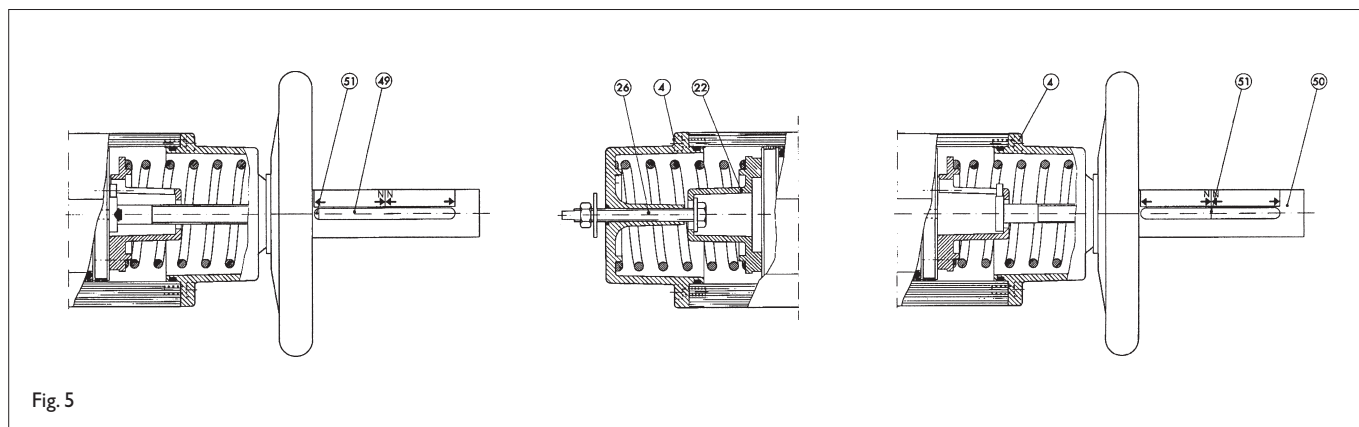

Fig. 5
2. Kontrollera att fjädrarna förmår trycka tillbaka kolven till ursprungsläget enligt Fig 5. Övre axeltappen får ej stå snett.
4. Vrid ratten så, att den gängade spindeln (51) rör sig inåt donet tills det tar